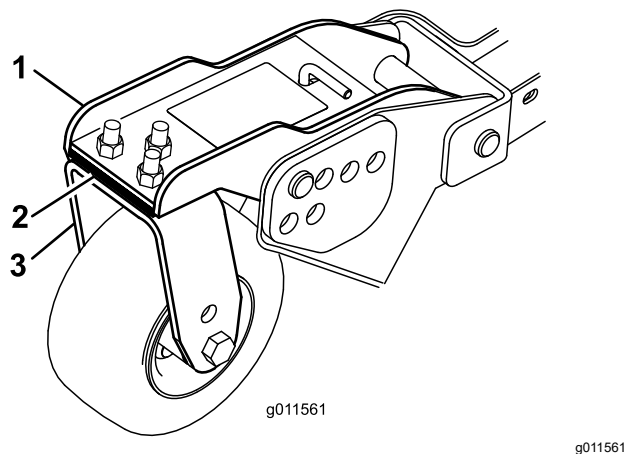

Figura 30
3. Ajuste los suplementos de 3 mm ($\frac{1}{8}$ ") de las horquillas de las ruedas giratorias delanteras hasta que la altura de corte se corresponda con la marca de la pegatina (Figura 30).
3. Si el borde interior de la unidad de corte lateral está demasiado alto respecto al borde exterior de la unidad de corte delantera, retire un suplemento de la parte inferior del brazo interior delantero de la rueda giratoria en la unidad de corte lateral (Figura 30).